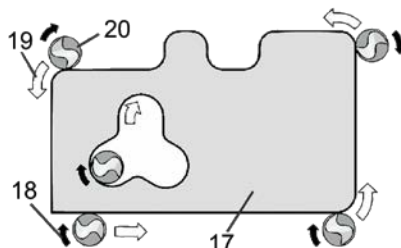

Рисунок 2
- під час руху фрезера вздовж оброблюваної деталі, її поверхня, повинна знаходитися зліва від фрези у напрямку подачі (дивіться рисунок 2).